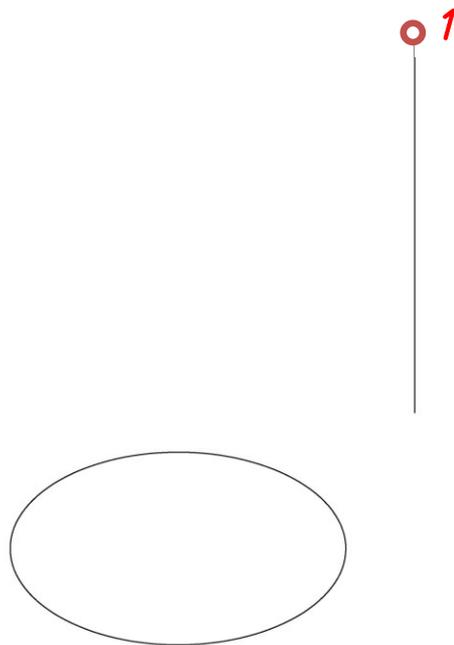

Рисунок 1.11. Подготовка к построению модели наклонного конуса
1) Для построения модели используем горизонтальную проекцию. Переключаем вид «ЮЗ изометрия». Из вершины конуса восстанавливаем перпендикуляр на высоту конуса (100) (рис.1.11, а). Удаляем лишние линии. На вершине перпендикуляра с помощью команды «Точка» устанавливаем точку (на месте точки 1 на рис. 1.11, б).